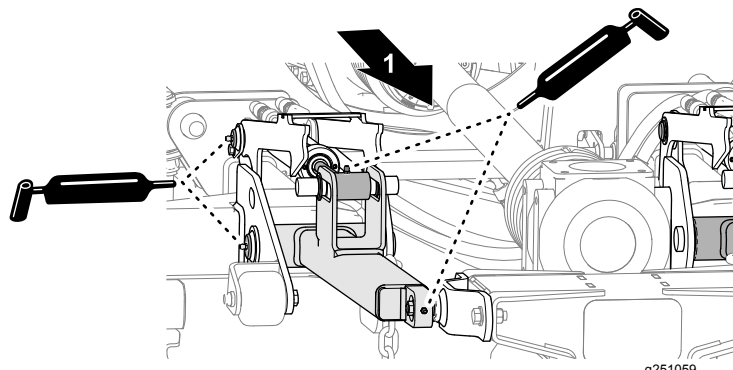

Figure 53
- Appliquez de la graisse sur les bras de levage, les vérins hydrauliques et les jambes de force du plateau de coupe central (Figure 53).